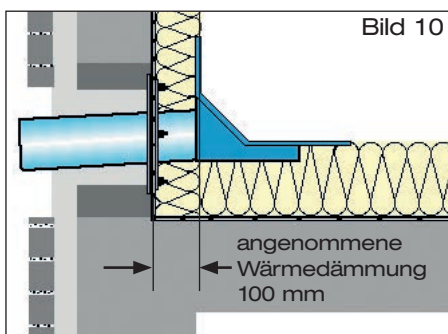

Bild 10
An der aufgehenden Attika sind dachseitig 100 mm Wärmedämmung angenommen (siehe Bild 10).
- 2.2 Ablaufrohr des Dachablaufs entsprechend der baulichen Gegebenheiten ablängen. Dichtelemente innen und Ablaufrohr des Attikaablaufs außen hinreichend mit LORO-X Gleitmittel versehen. Ablaufrohr des Dachablaufs in den Schiebeflansch bis in seine Einbauposition einführen (Bild 10). Entstandene Hohlräume in der Wärmedämmung schließen. Ablaufrohr im Wandbereich mit ausreichender Wärmedämmung versehen und Dachablauf fixieren.